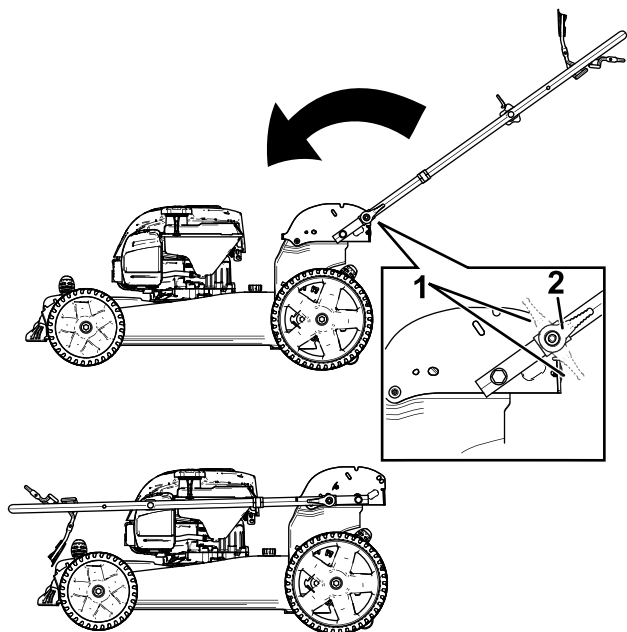

Figure 18
3. Déverrouillez le guidon (Figure 18).
4. Pliez le guidon complètement en avant (Figure 18).